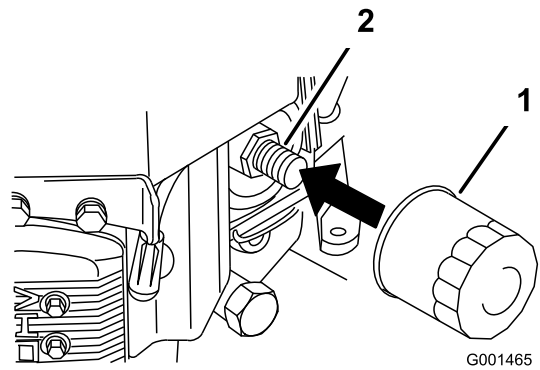

Figure 24
2. Retirez le filtre usagé (Figure 24).
3. Appliquez une fine couche d'huile neuve sur le joint en caoutchouc du filtre de rechange (Figure 24).
4. Posez le filtre à huile de rechange sur l'adaptateur, tournez le filtre dans le sens horaire jusqu'à ce que le joint en caoutchouc touche l'adaptateur, puis serrez encore le filtre de $\frac{3}{4}$ de tour (Figure 24).